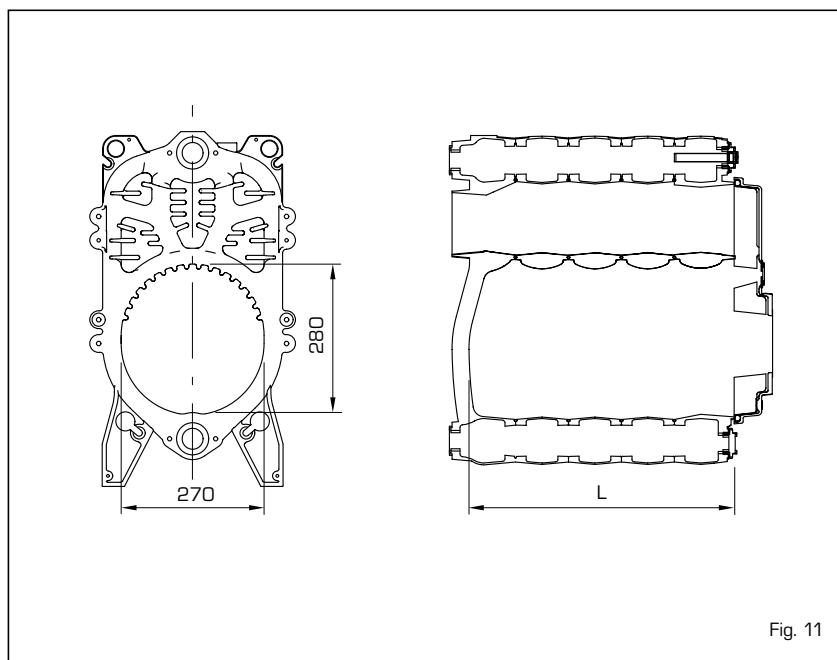

Fig. 11
3.1 DIMENSIONI CAMERA COMBUSTIONE [fig. 11]
La camera combustione è del tipo a passaggio diretto ed è conforme alla norma EN 303-3 allegato E. Le dimensioni sono riportate in fig. 11. Un apposito pannello di protezione è applicato sulla parete interna della testata posteriore di tutti i modelli.